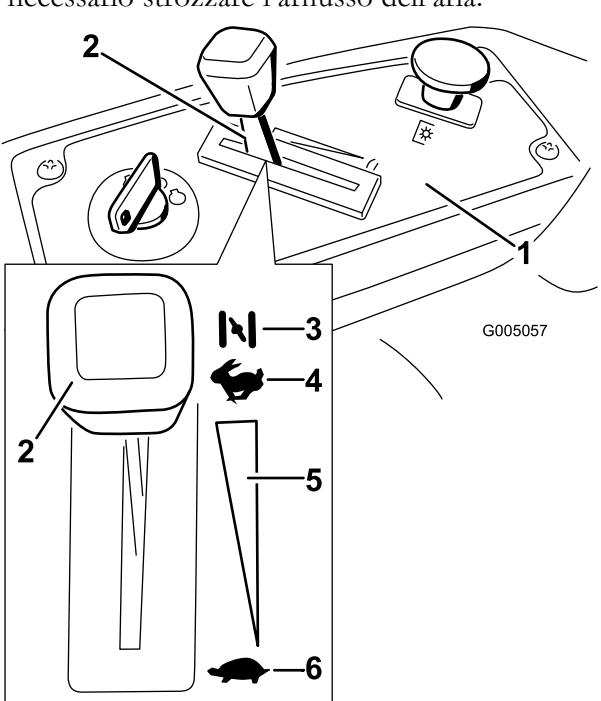

Figura 11
3. Prima di avviare il motore a freddo spostate la leva dell'acceleratore in posizione Starter (Figura 11).
5. Quando il motore è acceso, muovete la leva dell'acceleratore in posizione Fast (Figura 11). Se il motore stalla o esita, riportate la leva dell'acceleratore in posizione Starter per qualche secondo. All'occorrenza, ripetete il procedimento.
3. Girate la chiave di accensione in posizione Off (Figura 11) e toglietela.